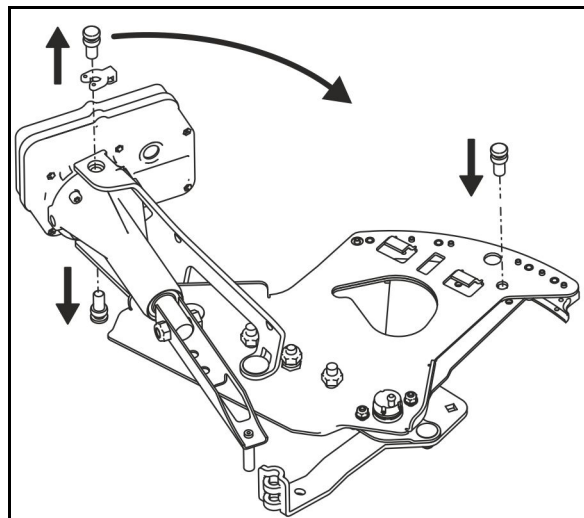

Fig. 46
9. Remontez le moteur sur la trappe, voir aussi Fig. 46.